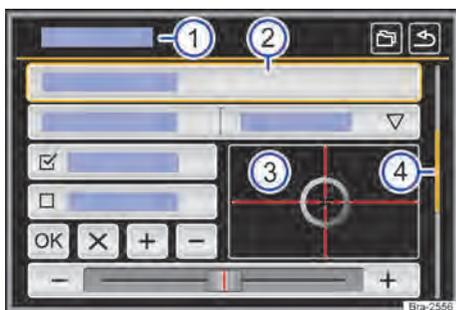

Fig. 101 Representação esquemática: vista geral das possíveis superfícies de função no display.
O aparelho está equipado com um touchscreen (tela de toque) → **Fig. 101** ③.
As superfícies de função iniciam funções ou abrem outros submenus. Em submenus é indicado, na linha do título, o menu atualmente selecionado → **Fig. 101** ①.